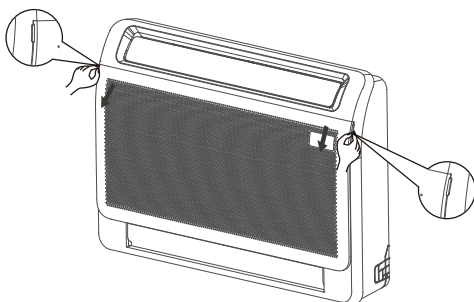

**Abb. 8.1**
2. Nehmen Sie die Abdeckung des Elektrokastens der Inneneinheit ab. Wenn keine Abdeckung an der Außeneinheit vorhanden ist, demontieren Sie die Schrauben von der Wartungsplatte und entfernen die Schutztafel. (Siehe Abb. 8.1, 8.2)